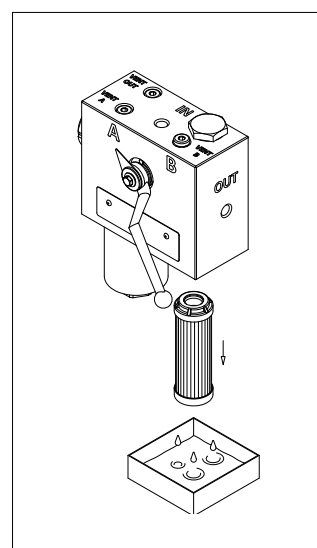

fig. 24
- (Fig. 24) Estrarre l'elemento filtrante